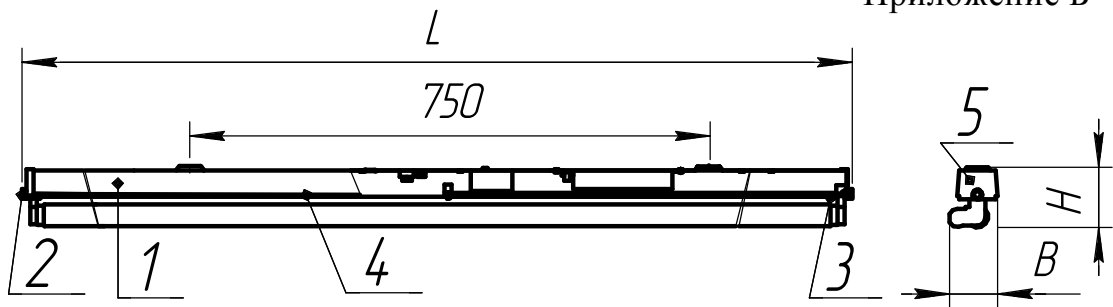

Рисунок.3 ДСО02-22-002 Universal
4.2 Светильники в соответствии с Рис.3-5 состоят из корпуса поз.1 в котором размещена электрическая схема (прилож. А) двух торцевых крышек поз.5, которые крепятся к корпусу с помощью винтов поз.2 и крышки поз.4, которая крепится к корпусу при помощи винтов поз.3. (Рис.3), крышки поз.4 и отражателя поз. 6 которые крепятся к корпусу при помощи винтов поз.3. (Рис.3-5)